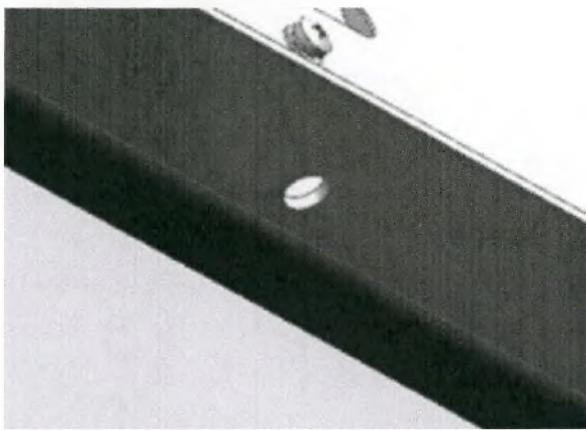
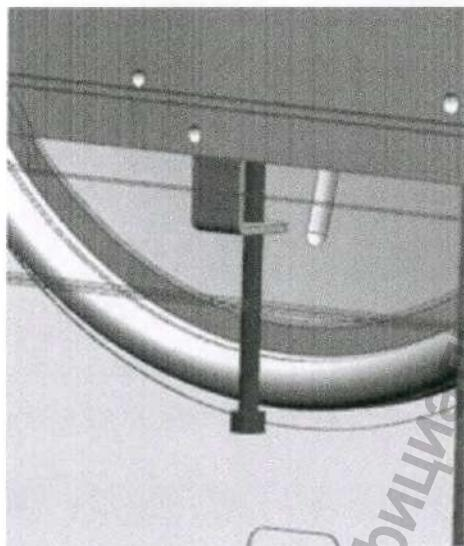

Рис. 44 – Нижнее круглое отверстие в задней части уплотнительной крышки
Рис. 45 – Внутренний винт с шестигранной головкой
2. Вставьте гаечный ключ для регулирования дверцы в заднюю часть уплотнительной крышки через нижнее круглое отверстие (рис. 44). На задней стороне уплотнительной крышки находится внутренний винт с шестигранной головкой (рис. 45), точно совпадающий с гаечным ключом.